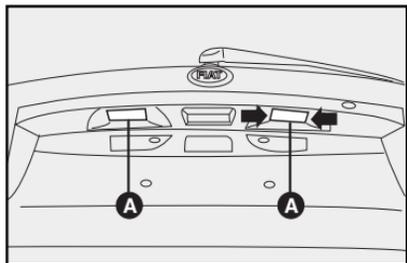

fig. 47
1) levantar la tapa trasera. En el lado interno de la misma se tiene acceso a los dos portalámparas **fig. 47**;
2) retirar los portalámparas forzando levemente con destornillador en el punto **A-fig. 47**;